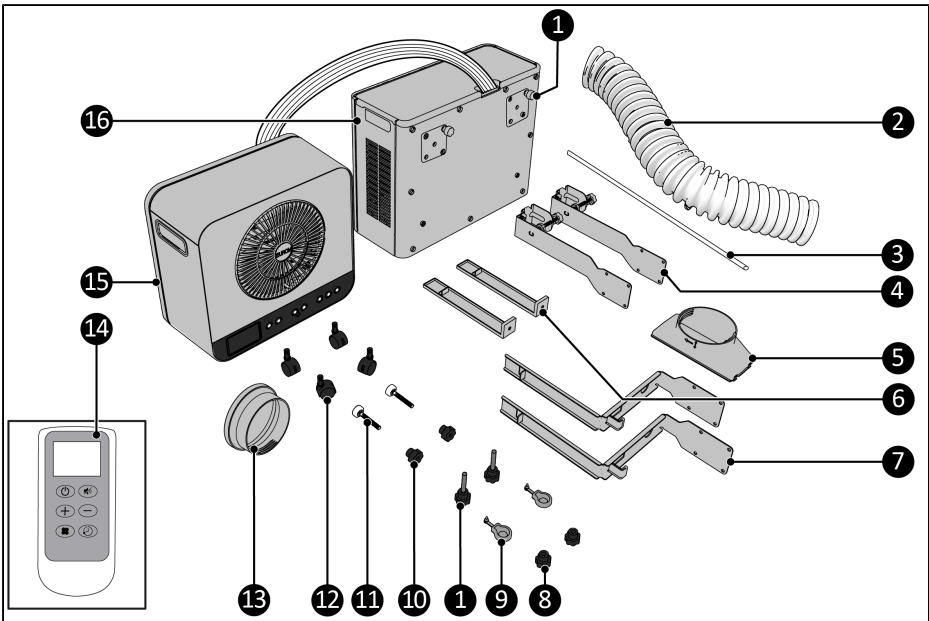
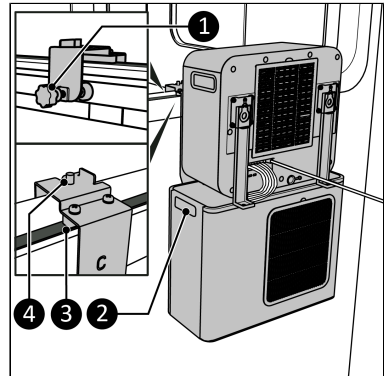
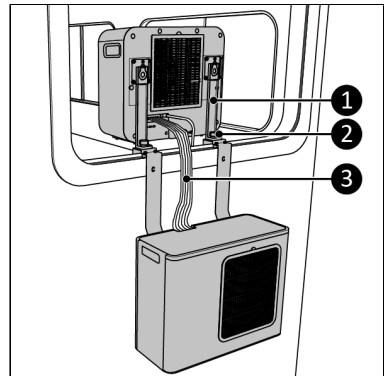

Abbildung 45.
Abbildung 52.
Abbildung 53.
8. Platzieren Sie die komplette Einheit an den seitlichen Griffen des Außengeräts (Abbildung 52, Pos. 2) im Fenster. Stellen Sie sicher, dass sich die grauen Blöcke in der Fensterdichtung befinden.
9. Ziehen Sie die Schrauben (Abbildung 52, Pos. 1) handfest am Wohnwagen an.
10. Stellen Sie sicher, dass die Schraubkappen (Abbildung 45, Pos. 8) in Reichweite der Gewinde an der Halterung (Abbildung 52, Pos. 4) liegen.
11. Heben Sie das Innengerät durch das Fenster und platzieren Sie die Haken (Abbildung 53, Pos. 1) am Gewindeende (Abbildung 53, Pos. 2).
12. Ziehen Sie die Schraubkappen (Abbildung 45, Pos. 8) auf den Gewinden (Abbildung 53, Pos. 2) fest.
14. Der Kältemittelschlauch (Abbildung 53, Pos. 3) wird zwischen